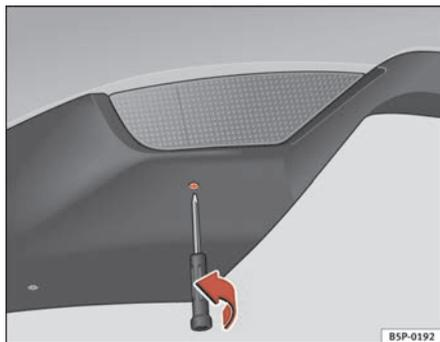

Abb. 194 Ansicht von unten der im Stoßfänger eingebauten Leuchte
- Den Kreuzschlitzschraubenzieher in die Öffnung unten an der Leuchte ansetzen und die Schraube in Pfeilrichtung herausdrehen ⇒ Abb. 194.